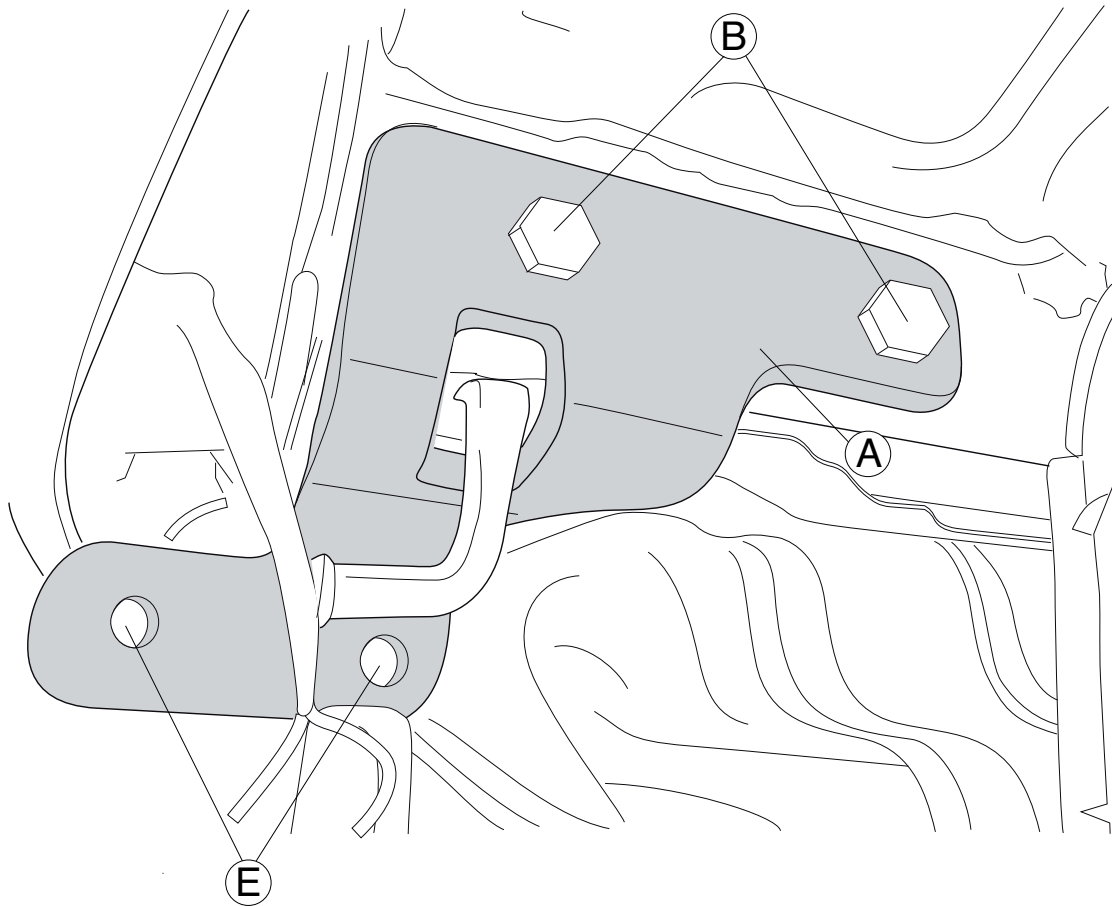

Fig. 2
3. Установить боковую панель А в точках В, слегка закрепив ее. См. рисунок 2.